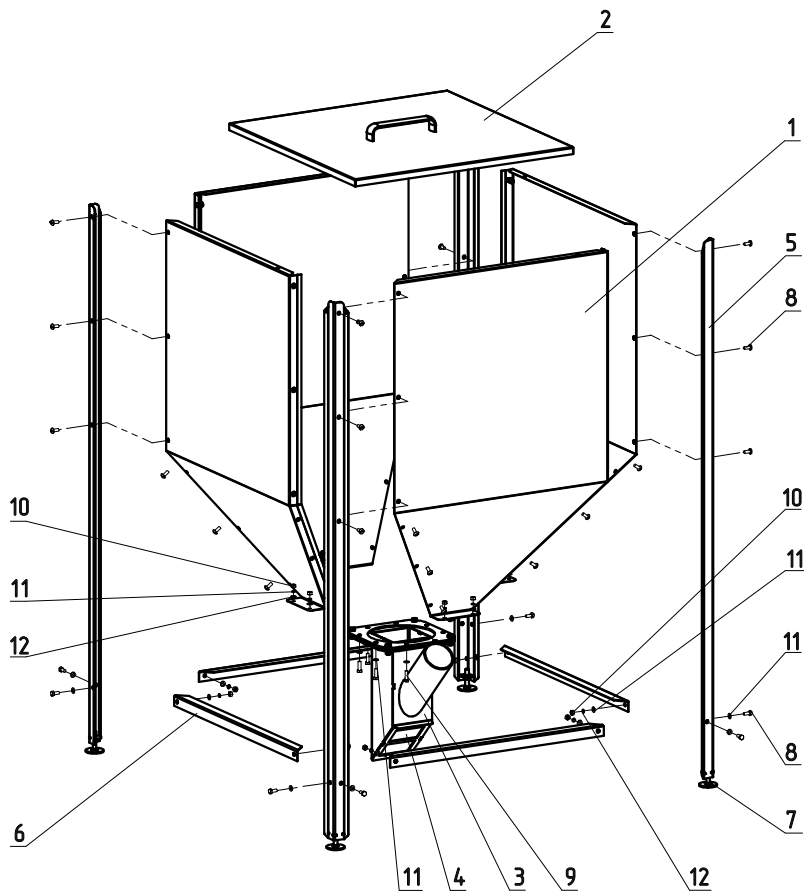

Рис. 6 Порядок сборки топливного бункера
6.2.2.2. Топливный бункер собирается перевернутым вверх ногами, поочередно скрепляются все четыре стенки топливного бункера и ножки бункера (Рис.6, поз.1 и 5) друг с другом, с помощью винтов (Рис.6, поз.8), затем прикручивается приемная горловина (Рис.6, поз.3), которая крепится к бункеру в следующей последовательности: болт (Рис.6, поз.9), шайба (Рис.6, поз.11), скрепляемые поверхности (горловина, основание бункера), шайба (Рис.6, поз.11), пружинная шайба (Рис.6, поз.12), гайка (Рис.6, поз.10). Далее необходимо скрепить ножки бункера поперечными перекладинами (Рис.6, поз.6) между собой в следующей последовательности: винт (Рис.6, поз.8), шайба (Рис.6, поз.11), ножка бункера, поперечная перекладка (Рис.6, поз.6), шайба (Рис.6, поз.11), пружинная шайба (Рис.6, поз.12), гайка (Рис.6, поз.10).
6.2.2.3. После сборки топливного бункера необходимо вкрутить регулировочные болты ножек (Рис.6, поз.7) и перевернуть топливный бункер установив его на ножки.
6.2.2.4. Отрегулировать длину каждой ножки, чтобы бункер устойчиво стоял на поверхности в месте его установки с помощью регулировочных болтов (Рис.6, поз.7).
6.2.2.5. Далее необходимо установить люк прочистки (Рис.6, поз.4) и крышку бункера (Рис.6, поз.2) на место.
6.5.4. После завершения правильной установки механизма подачи топлива необходимо зафиксировать приемную горловину топливного бункера (Рис.6, поз.3) с помощью болтов (Рис.6, поз.9), и соединить механизм подачи с топливным бункером с помощью цепочки с крючками (Рис.3, поз.7).